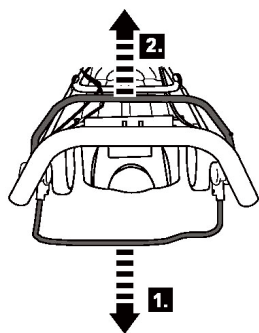

Fig. 26
1. Relâcher la barre d'entraînement (3) pour stopper la fonction d'autopropulsion (Fig. 26, 1).
2. Relâcher la barre de freinage (2) pour arrêter le moteur et la lame (Fig. 26, 2).